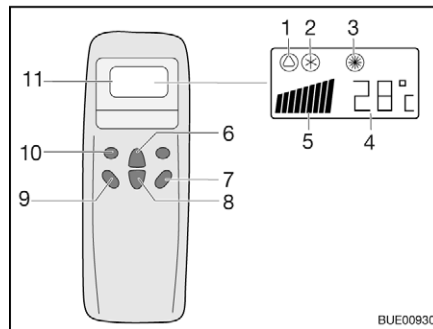
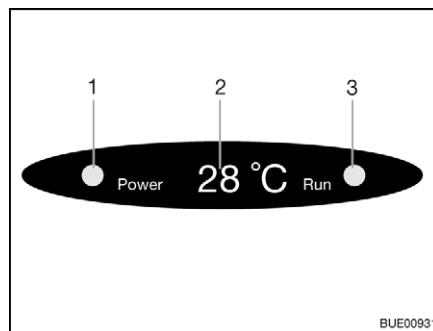

Fig. 207 Telecomando
Fig. 208 Display su diffusore
- Premere il tasto "ON/OFF" (Fig. 207,7).
- Premere il tasto "Mode" (Fig. 207,10) spesso, finché la modalità desiderata (Fig. 207,1, 2 o 3) viene visualizzata sul display. La spia di controllo relativa sul display sul diffusore (Fig. 208,3) si accende.
- Con i tasti di aumento della temperatura (Fig. 207,6) o di riduzione della temperatura (Fig. 207,8) regolare la temperatura desiderata.
- Con il tasto numero di giri ventola (Fig. 207,9) selezionare il livello desiderato per la ventola.